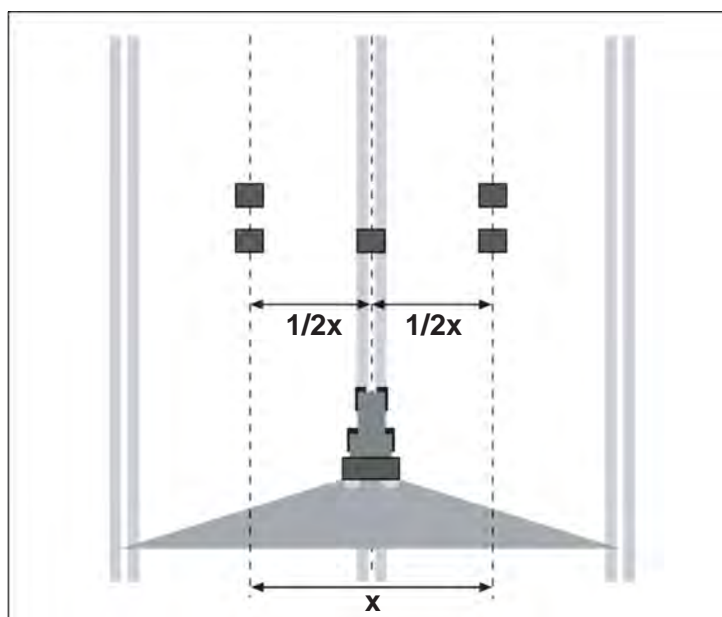

Figura 4.4: Poziționarea pentru o singură deplasare
- Amplasați câte două vase colectoare la distanță de **1 m** unul în spatele altuia în zonele de suprapunere (dintre traseele parcurse de tractor) și un vas colector în traseul de deplasare (ca în figura 4.4).